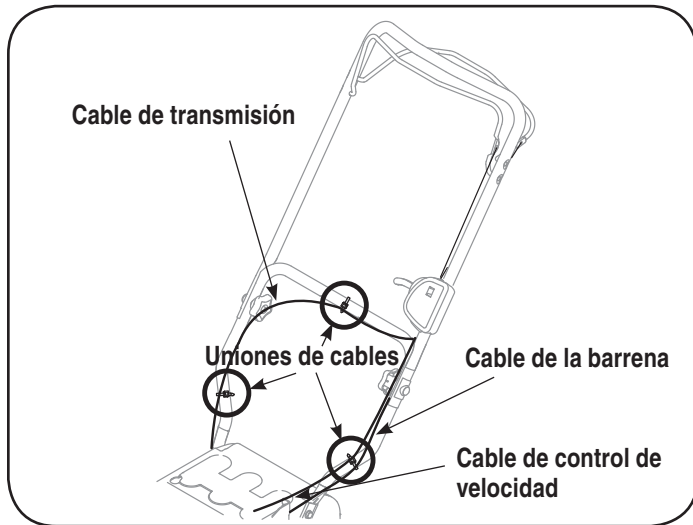

Figura 4
**NOTE:** el cable de taladro y la ruta de cable de control de velocidad abajo el izquierdo más abajo se manejan de la caja de control de velocidad. El cable de paseo es derrotado a través de la cumbre del mango inferior y finalmente abajo el mango derecho inferior. Ver la Figura 4.
7. Tres lazos de cable han sido usados sueltamente para atar los cables de control al mango inferior, incluso el cable le atan trasladado en el paso 3. Los lazos de cable de posición ahora, como en la Figura 4, y se aprietan para asegurar cables al mango inferior. Neto de material de exceso de lazos de cable.